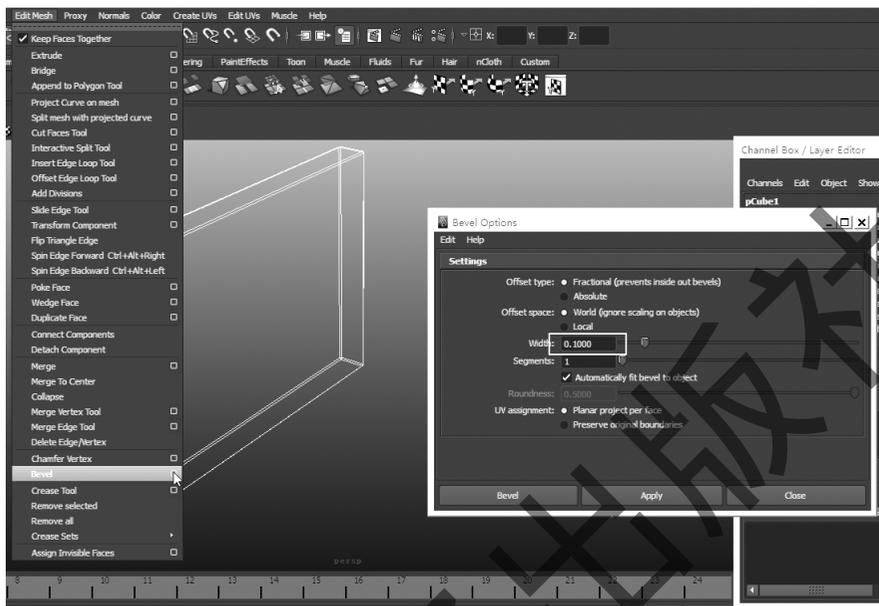

图 4-23 倒角命令属性
Step 2: 对方形进行倒角命令, 如图 4-23 所示。倒角命令在 Mesh→Bevel 里面, 并对其 Width 值进行调节, 令其产生一个倒角边。